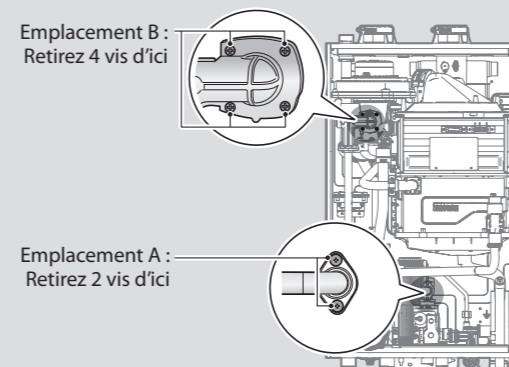

Figure 3. Retrait de la soupape à gaz du tuyau d'entrée de gaz et du moteur du ventilateur
- Utilisez un tournevis Phillips pour retirer les deux vis de l'emplacement A - le raccordement situé sous la soupape à gaz et relié au tuyau. Reportez-vous à la figure 3 à des fins de référence. Une fois les vis retirées, séparez délicatement le tuyau de la soupape à gaz.